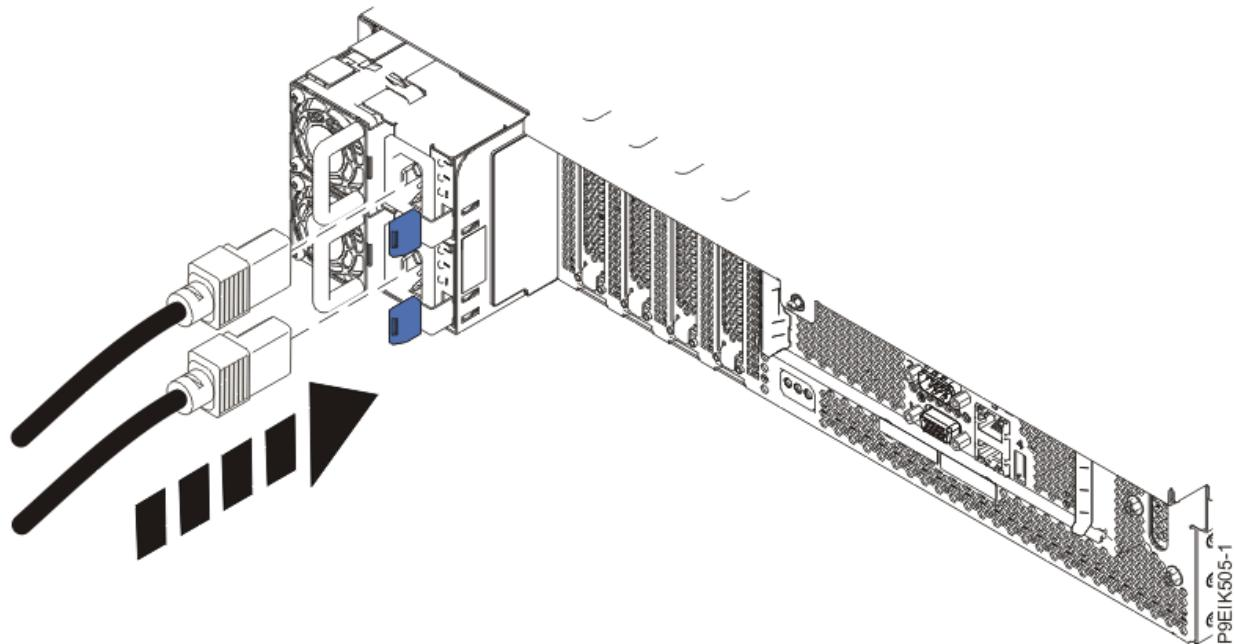

図 50. システムへの電源コードの接続
2. ラベルを確認して、電源コードをシステム装置に再接続します (94 ページの図 50 を参照)。